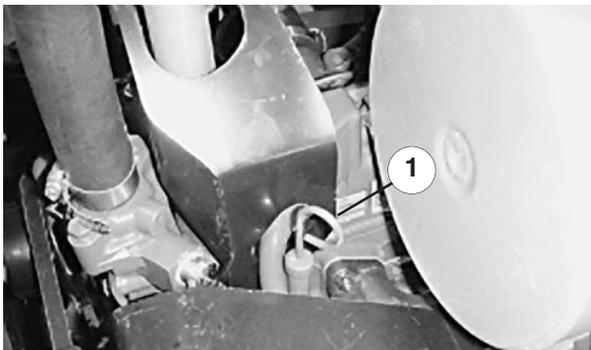

Bild 2
2. Nehmen Sie den Peilstab heraus (Bild 2), wischen Sie ihn sauber und stecken Sie ihn wieder hinein. Nehmen Sie den Peilstab heraus und kontrollieren Sie den Ölstand. Der Ölstand sollte bei der Markierung VOLL am Peilstab sein.